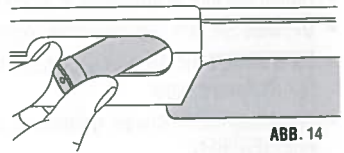

ABB. 14
4. Stecken Sie eine Schrotpatrone des korrekten Kalibers und der korrekten Länge durch die Auswurföffnung. Siehe Abb. 14.